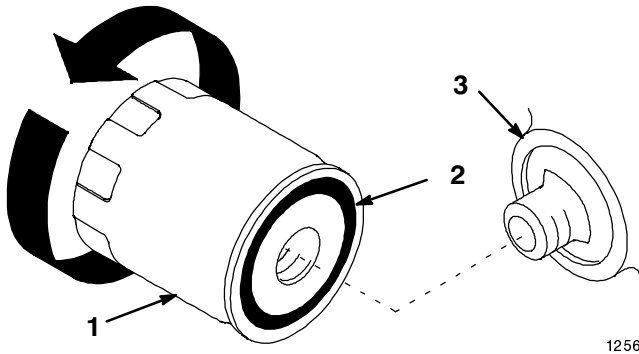

Figure 16
2. Déposez le filtre à huile usagé et essuyez la surface du joint de l'adaptateur (Fig. 16).
3. Appliquez une fine couche d'huile neuve sur le joint en caoutchouc du filtre de rechange (Fig. 16).